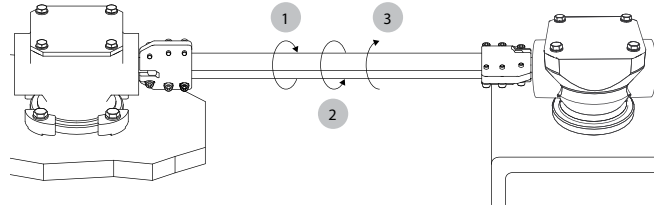

Рис. 66. Проворачивание вала между крайними положениями
- Ослабьте сцепление муфты с отверстиями. Проверните вал в крайнее положение сначала с одной стороны, а затем с другой. Затем поверните его наполовину назад. См. рис. 66.